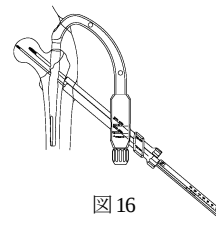

図16
- ラグスクリュー用ガイドピンスリーブ（内筒）を抜き、スリーブ（外筒）先端を骨面に押し当て、ターゲットデバイスのつまみにて確実に固定します。スリーブ（外筒）後端に 3.2 ガイドピンデプスゲージを押し当て、ガイドピン刺入深さを計測します。（図16）